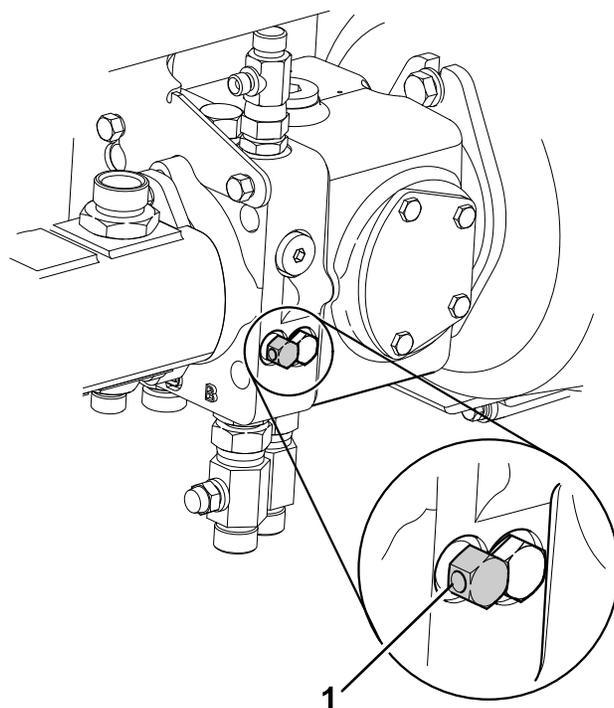

**Figure 52**
4. Placez une vis (M12 x 40 mm) munie d'une rondelle dans le trou au centre de la plaque d'extrémité du moteur (Figure 52).
5. Serrez la vis d'arrêt dans le trou fileté du piston de frein jusqu'à ce que le frein soit desserré (Figure 52).
6. Identifiez le frein à disque du moteur de roue avant gauche et répétez la procédure précédente (Figure 52).